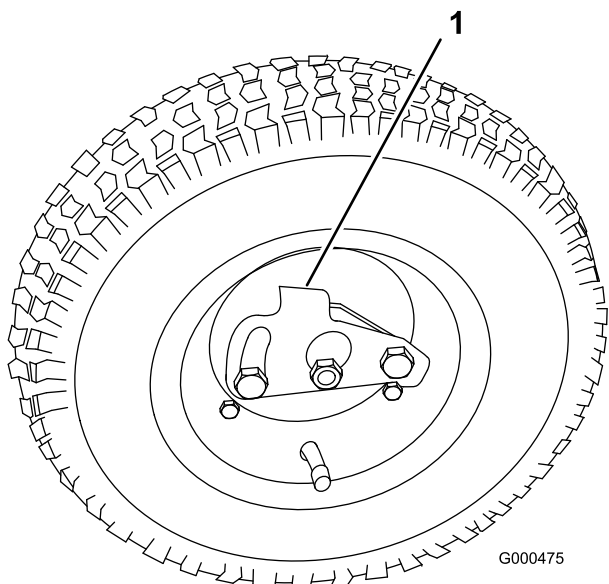

Рисунок 18
- Отожмите стопор к центру колеса и наденьте колесо на шестигранный вал (Рисунок 18).